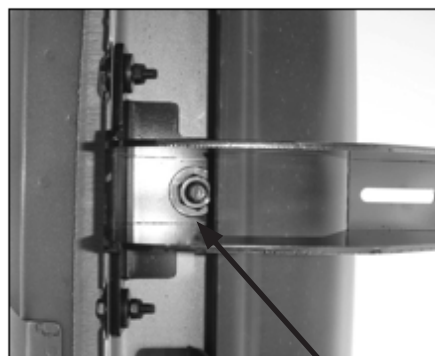

Fig. 6 (1) Écrou de bride de 12 mm
Sélectionner (1) support de montage et le fixer à la plaque de boulon à l'aide d'(1) écrou de bride dentelé de 12 mm. (Fig. 6) Ne pas serrer la visserie maintenant.